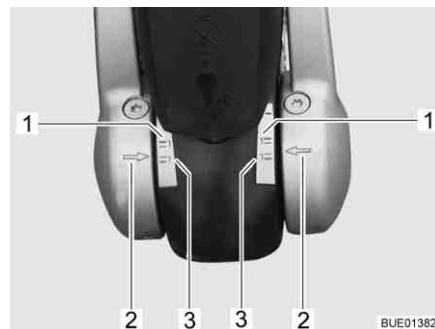

Fig. 200 Indicatore guarnizioni di attrito a sinistra e a destra
- Se le frecce sulla flangia di fissaggio disco (Fig. 200,2) si trovano sotto o sulla superficie di marcatura verde (Fig. 200,3), le guarnizioni di attrito sono considerate ancora nuove.
- Se le frecce sulla flangia di fissaggio disco si trovano all'interno delle superfici di marcatura (Fig. 200,1 e 3), le guarnizioni di attrito sono leggermente consumate.
- Se le frecce sulla flangia di fissaggio disco si trovano al di sopra della superficie di marcatura rossa (Fig. 200,1), le guarnizioni di attrito sono consumate. Far sostituire le guarnizioni di attrito.